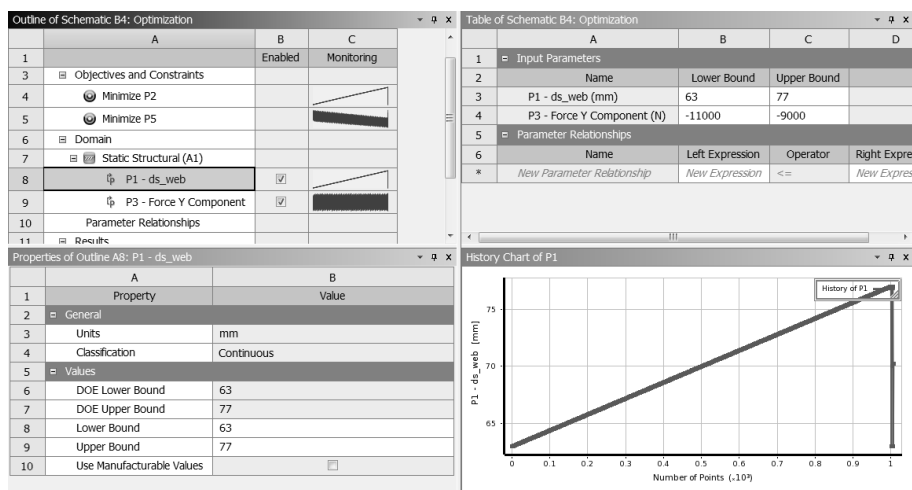

图 18-31 计算完成后显示的图表
Step10：单击工具栏中的 Update 选项，计算完成后显示如图 18-31 所示。